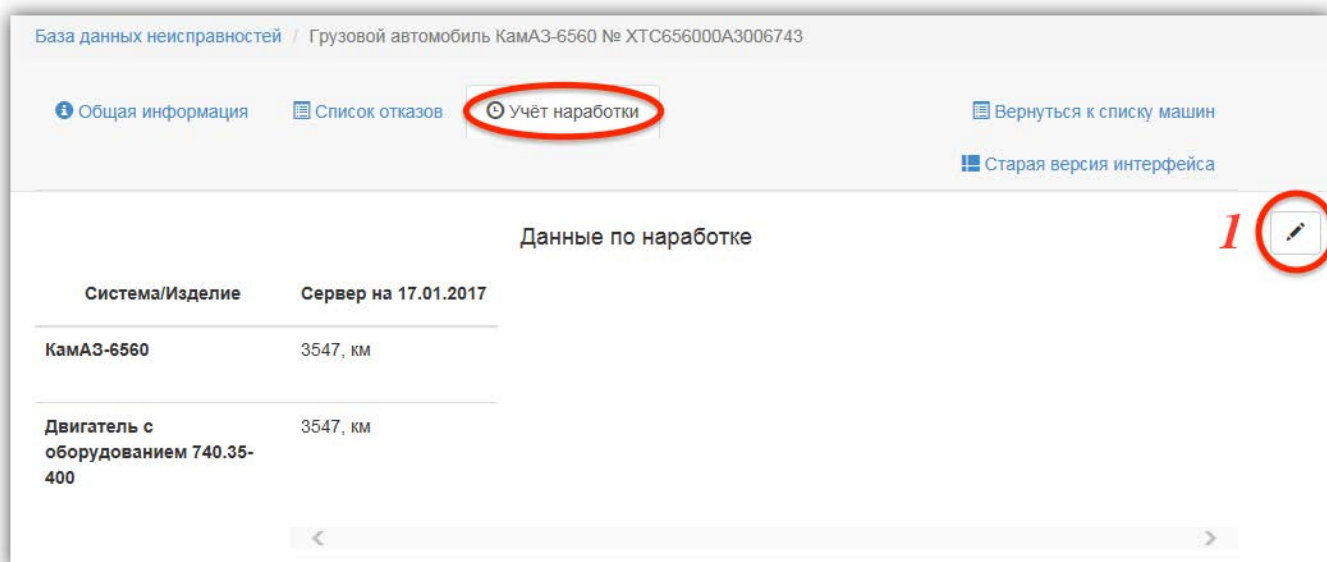

Рис. 7-5 – Вкладка «Учет наработки» на странице экземпляра ФИ
- Вкладка «Учет наработки» предназначена для ввода наработки машины и компонентов с индивидуальным учетом наработки (ИУН), например, двигателя (рис. 7-5).